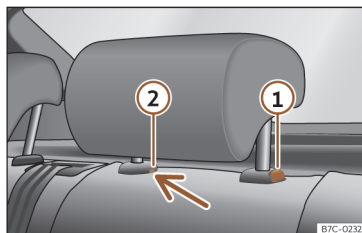

Fig. 94 Appui-tête arrière : démontage.
- Appuyez sur la touche >>> fig. 94 ①, en appuyant en même temps sur l'orifice de sécurité ② avec un tournevis plat de 5 mm de largeur maximum et retirez l'appui-tête.